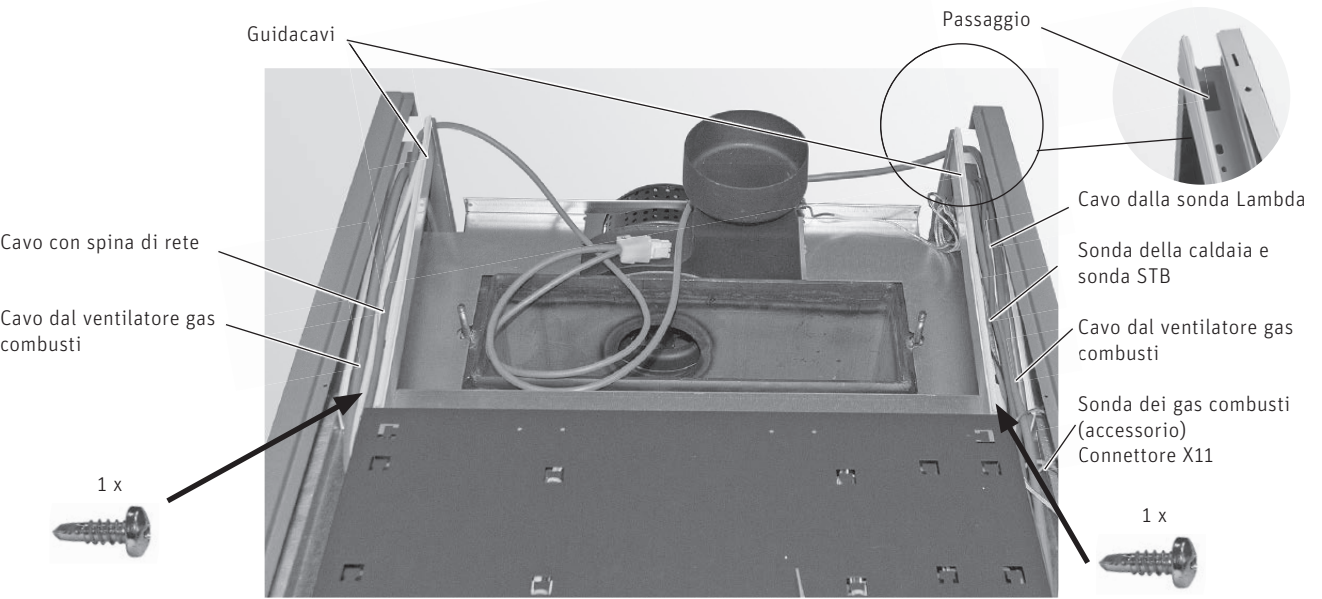

Fig. 54 Quadro di comando, posa dei cavi
- Fissare i guidacavi a sinistra e a destra (passaggio sul retro) alla parte anteriore del quadro di comando con 1 vite autofilettante su ciascun lato – Fig. 54.
- Passare i cavi della sonda nel guidacavi destro verso il retro – Fig. 54. Innestare la sonda dei gas combusti (accessorio) nel connettore X11 del quadro di comando e passare anch'essa nel guidacavi destro verso il retro. Passare tutti i cavi della sonda nel guidacavi verso il retro in corrispondenza del passaggio.
- Passare i due cavi del ventilatore gas combusti nei guidacavi verso il retro – Fig. 54.